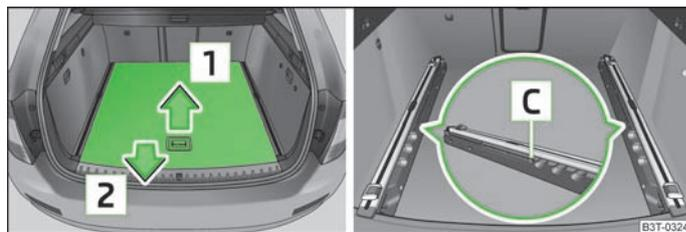
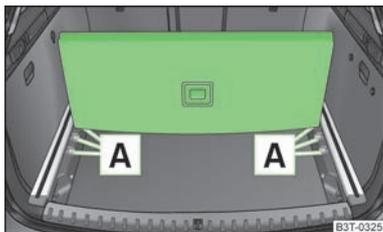

Fig. 73 Bagagliaio: Piano di carico variabile - Estrazione parziale
Fig. 74
- Afferrare la parte posteriore del piano di carico variabile in corrispondenza dell'impugnatura, sollevare leggermente in direzione della freccia **1** » fig. 73 ed estrarlo sopra il paraurti, in direzione della freccia **2** sino a quando si innesterà nell'apertura **C** » fig. 73
- Afferrare la parte posteriore del fondo dall'impugnatura, sollevandola in direzione della freccia **1** e quindi inserire il bordo posteriore in una delle aperture » fig. 73 **A** » fig. 74.